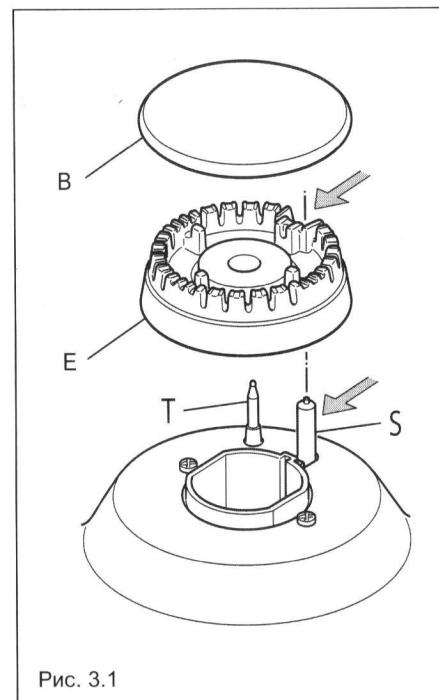

Рис. 3.1
- ✓ После чистки необходимо тщательно вытереть горелки и их рассекатели пламени и установить детали на прежнее место (Рис. 3.1).
- ✓ Важно следить за тем, чтобы рассекатели пламени «Е» и крышка «В» горелки были правильно установлены (см. Рис. 3.1), в противном случае Вы можете столкнуться с серьезными проблемами.
- ✓ Для того чтобы обеспечить бесперебойное образование искры, следите за тем, чтобы электрод «S» был всегда чистым (Рис. 3.1).
- ✓ Убедитесь, что датчик «Т» (Рис. 3.1), расположенный рядом с каждой горелкой, был всегда чистым, это позволит обеспечить надлежащую работу предохранительных клапанов.